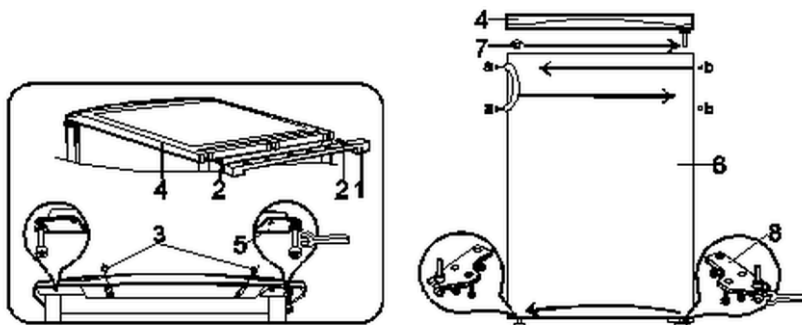

Bild 5
1. Ta bort fästet (1, Fig. 5) och ta bort skruvarna (2).
2. Ta bort båda skruvarna (3) som håller fast enhetens toppplatta.
3. Ta bort toppplattan (4).
4. Ta bort fästet (5) tillsammans med hållarstiftet med brickorna på plats.
5. Ta bort hållarstiftet med brickor från konsolen (5) och skruva tillbaka den i ett annat hål i konsolen (5).
6. Ta av apparatens lucka (6).
7. Ta bort stängningspluggen (7) från luckan och tryck in den i hålet på motsatt sida.
8. Ta bort nedre fästet (8) tillsammans med hållarstiftet med brickorna på plats. Skruva loss hållarstiftet moturs. Vrid fästet (8) 180° och skruva i låsstiftet igen. Fäst fästet på motsatt sida.
9. Placera kylskåpsluckan på stödstiftet från fästet (8). Skruva ihop fästet (5) med stödpinnen med brickorna på.
10. Sätt på toppplattan (4).
11. Dra åt skruvarna (2) och (3) ordentligt.